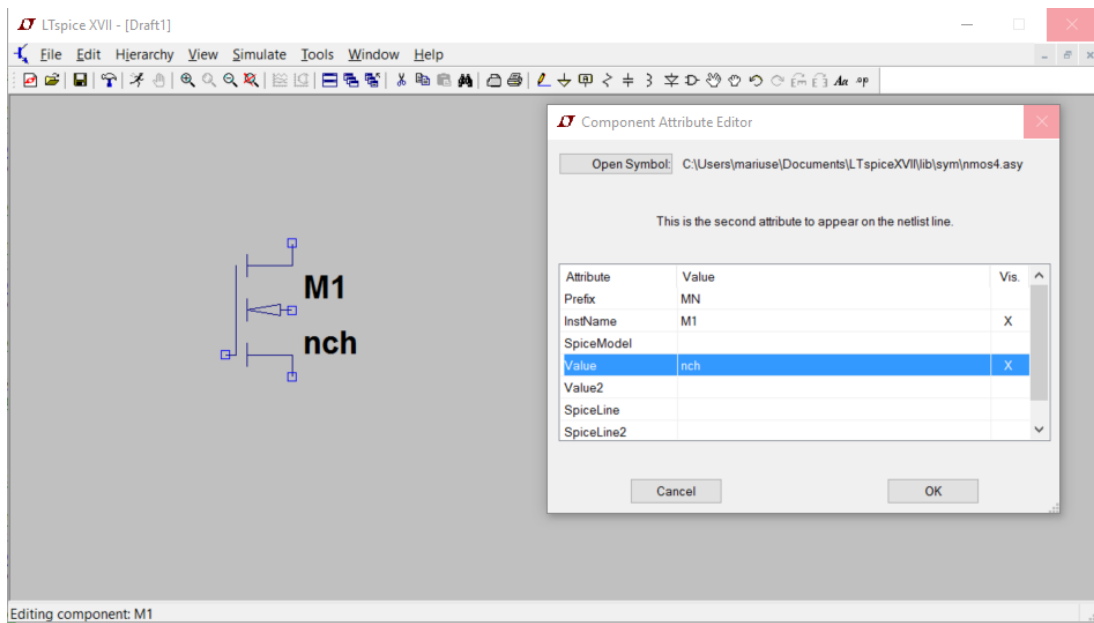

Figura A.11: LT Spice - Adăugarea unui model extern pentru tranzistorul nMOS.
6. Se modifică în mod corespunzător parametrul *value* cu modelul declarat anterior (se observă în Figura A.11),